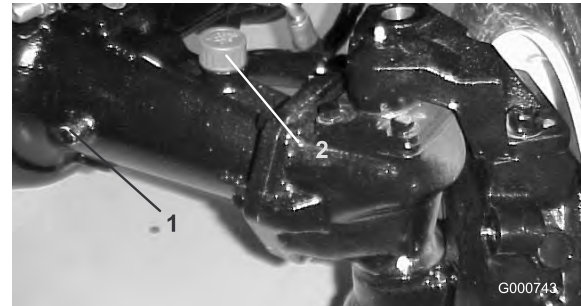

Figura 68
2. Togliete un tappo di controllo (Figura 68) da un lato del ponte posteriore e verificate che il lubrificante raggiunga la base del foro. Se il livello è basso, togliete il tappo di riempimento (Figura 68) e rabboccate con lubrificante finché non raggiunge la base dei fori dei tappi di controllo.